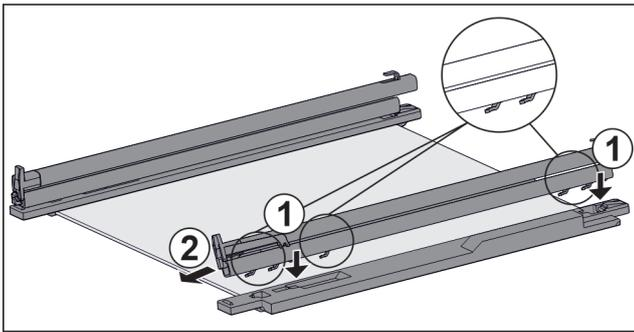

Fig. 114 Glasplatte mit Schienen und Halteteilen
- ▶ Haken der Schiene auf die Öffnungen des **linken** Halteteils setzen. Fig. 114 (1)
- ▶ Schiene nach vorne ziehen. Fig. 114 (2)
- ▶ Haken der Schiene auf die Öffnungen des **rechten** Halteteils setzen. Fig. 114 (1)